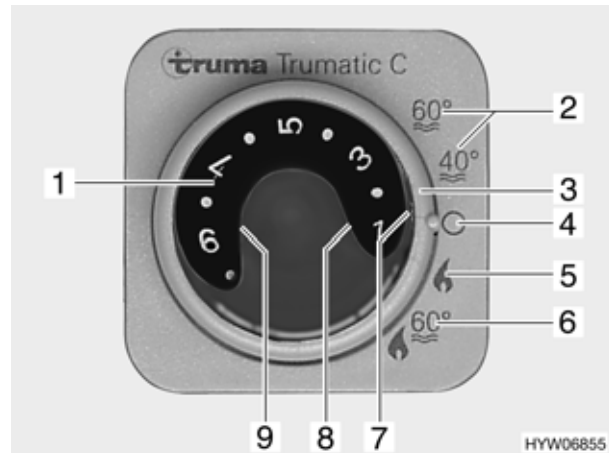

Fig. 120 Centralina di controllo per riscaldamento/boiler
■ Impostare la modalità di funzionamento tramite l'interruttore girevole (Fig. 120,3):
- Funzionamento estivo "40 °C" o "60 °C" (Fig. 120,2)
- Funzionamento invernale "Riscaldamento senza boiler" (Fig. 120,5)
- Funzionamento invernale "Riscaldamento e boiler" (Fig. 120,6)
- Spento (Fig. 120,4)
A seconda della temperatura ambiente desiderata, il riscaldamento seleziona automaticamente il livello del bruciatore necessario. Al raggiungimento della temperatura ambiente desiderata, il bruciatore si spegne. Durante la modalità di funzionamento "Riscaldamento e boiler" (Fig. 120,6) è riscaldata anche l'acqua nel boiler. Nella modalità di funzionamento "Riscaldamento senza boiler" (Fig. 120,5) è possibile far funzionare il riscaldamento con il boiler vuoto.
- Impostare la manopola della temperatura (Fig. 120,1) sulla centralina di controllo scegliendo la temperatura desiderata.
- Posizionare l'interruttore girevole (Fig. 120,3) su funzionamento invernale "Riscaldamento senza boiler" o "Riscaldamento e boiler".
Si accende la luce spia verde (Fig. 120,7).
- Posizionare l'interruttore girevole (Fig. 120,3) su "Spento" (Fig. 120,4).
L'alimentazione di tensione per il riscaldamento/boiler e la valvola di sicurezza/di scarico non può essere interrotta dall'interruttore principale a 12 V. In caso di guasto si accende la luce spia rossa (Fig. 120,8) sulla centralina di controllo per il riscaldamento/boiler Trumatic C (vedi capitolo 14).